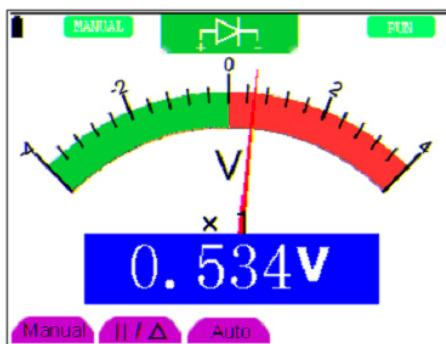

Figura 35.- Medida de diodo.
4. Conecte el otro extremo de los cables rojo y negro al diodo que desea medir. La lectura del valor del diodo se mostrará en la pantalla en V. (Ver Figura 35).